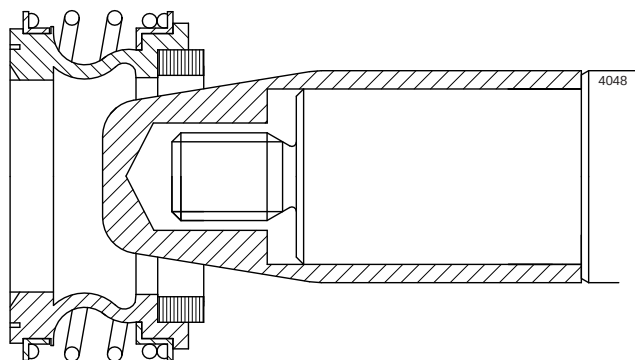

Bild 10: Specialbussning.
- *Specialverktyg: Montering av den mekaniska tätningsenheten förenklas om du använder en konisk monteringshylsa. På så sätt täcks skarpa axelkanter och risken för att skada tätningen vid montering minimeras. Se bild 10.*